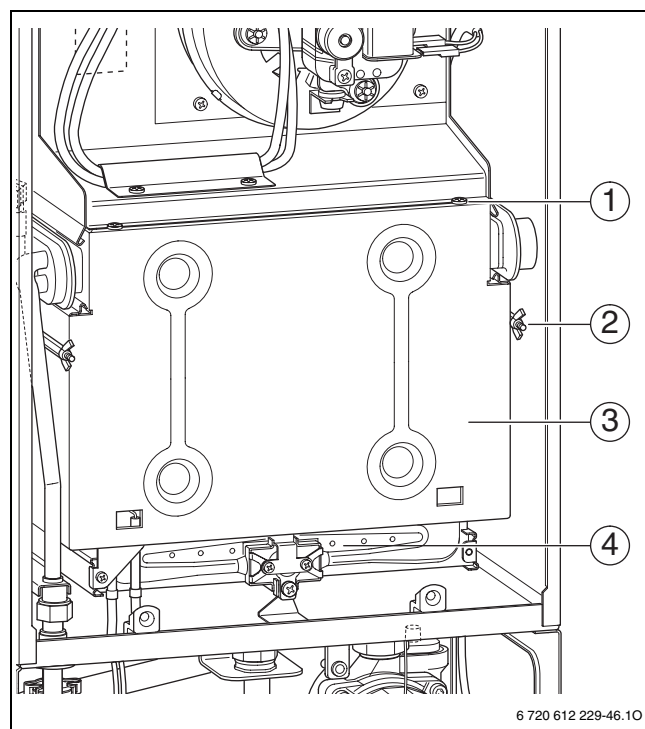

Fig. 74 Apertura del bruciatore
- Rimuovere la parete anteriore della camera di combustione e il bruciatore (fig. 74).